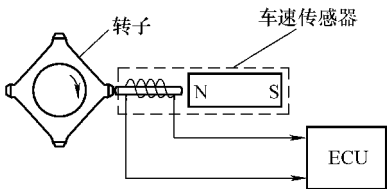

图 6-3 车速传感器的原理
(1) 电磁式车速传感器的结构 电磁式车速传感器主要由永久磁铁、电磁感应线圈、转子等组成，其中转子安装在变速器输出轴上，永久磁铁和电磁感应线圈安装在变速器壳体上。
(2) 电磁式车速传感器的原理 当输出轴转动，转子也转动，转子与传感器之间的空气间隙发生周期性变化，使电磁感应线圈中磁通量也发生变化，从而产生交流感应电压，并输送给发动机 ECU，如图 6-3 所示。ECU 是根据交流感应电压脉冲频率大小计算车速，并以此控制自动变速器的换档。